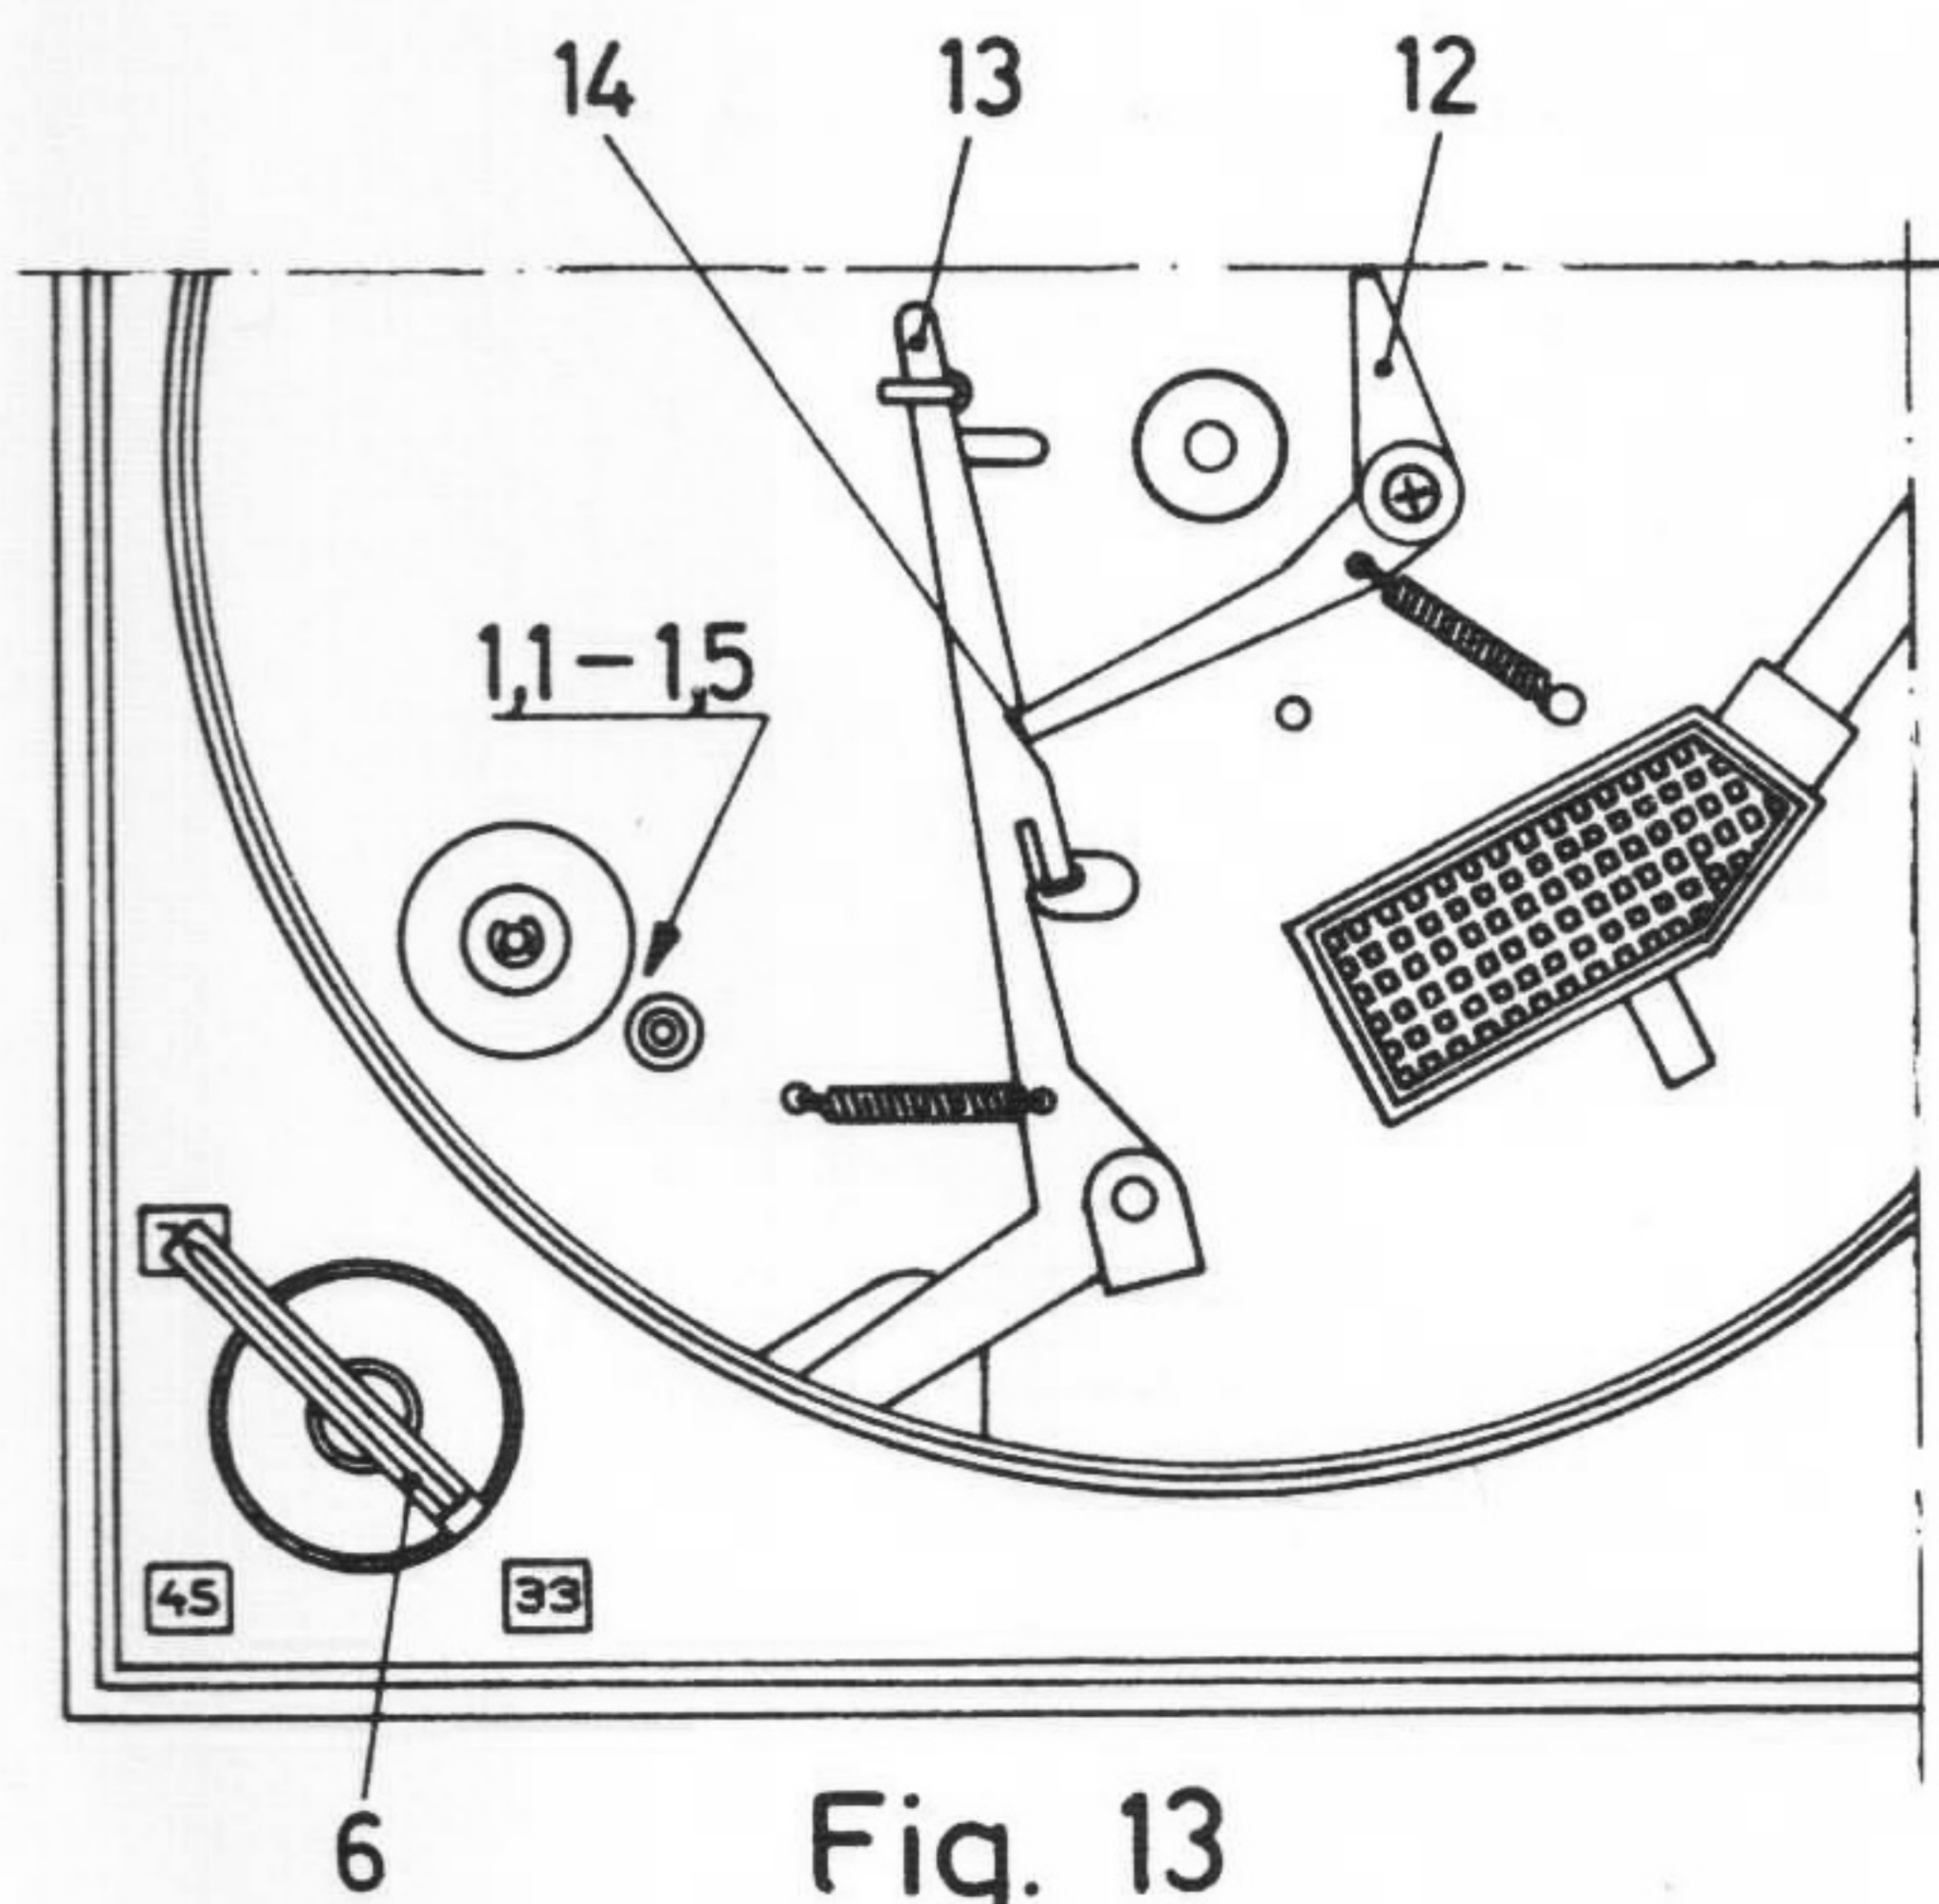

Fig. 13
7. Justering av mellanhjulets läge vid automatiskt stopp. Fig. 13.